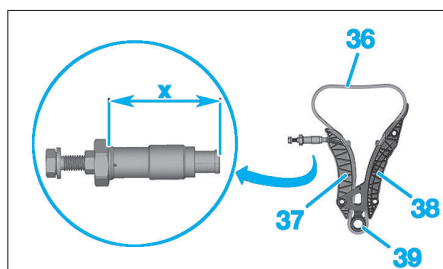

FIG. 14
- Déposer le tendeur modifié et relever la cote "X" entre la face d'appui du corps du tendeur et l'extrémité du piston (Sans joint d'étanchéité) (Fig.14).